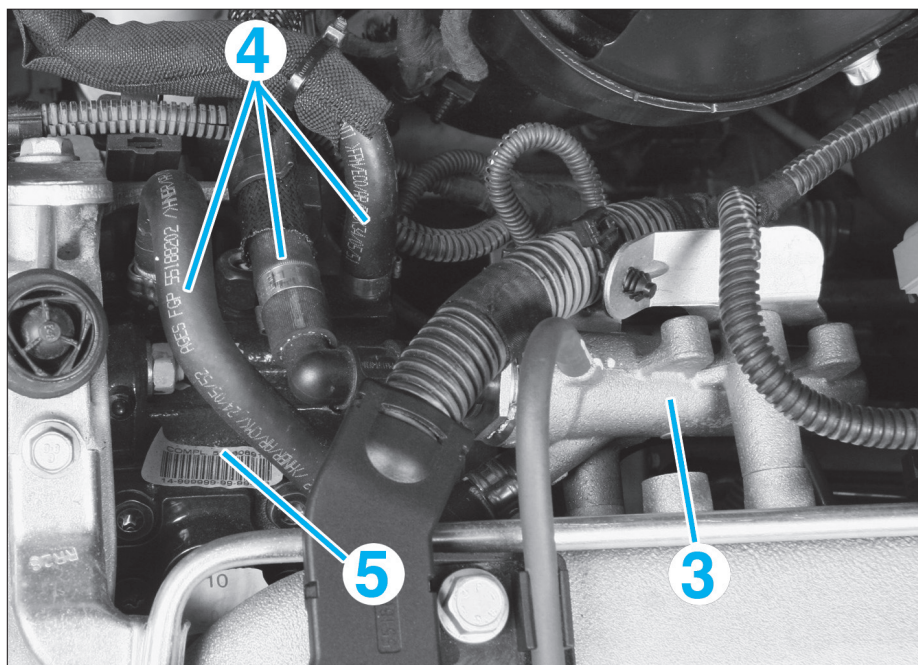

FIG. 25
- Déposer l'amortisseur de retour de carburant (3) avec la canalisation de retour de carburant branché à celui-ci (fig. 25).